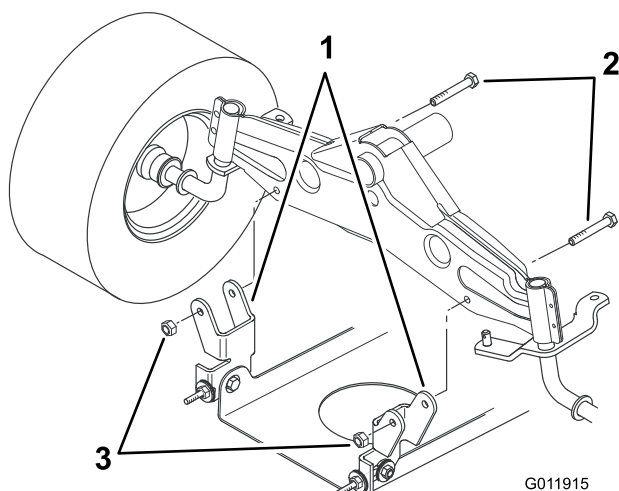

Figura 19
9. Retire los pernos y las contratuercas y tire hacia abajo de los dos soportes de pivote del cortacésped para separarlos del eje delantero (Figura 19).